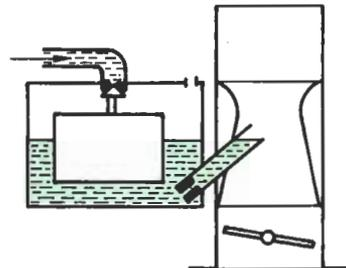

Fig. 16.8. Gicleur noyé.
a) **gicleur noyé** (fig. 16.8) : le gicleur principal est mis **en charge**, ce qui signifie que le niveau auquel il est placé est inférieur à celui de l'essence.